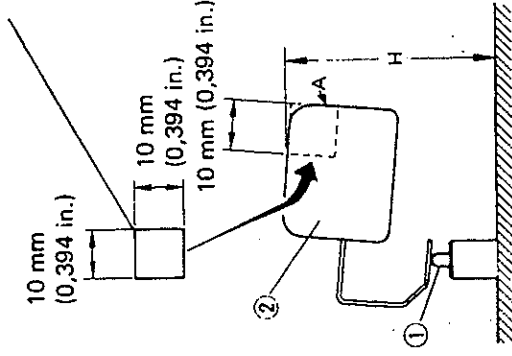

Fig. 4-10
4) Tal como se observa en la Fig. 4-10, mida la altura "H" del flotador con el peso del flotador (2) mismo aplicado sobre la válvula de aguja (1).
Con respecto al método de medición, refiérase a la Fig. 4-10, que representa uno de los métodos más fáciles y precisos.